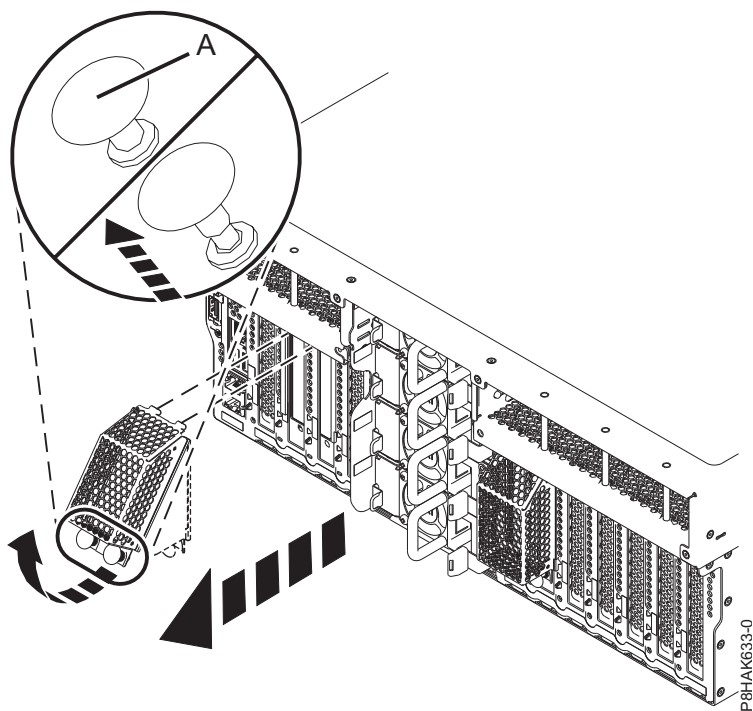

Figura 33. Extracció de l'escut protector de l'adaptador GPU
- a. Estireu el botó de bloqueig (A) fins a la posició d'obertura, tal com es mostra a la Figura 33 a la pàgina 39.
- c. Subjecteu l'escut protector, feu-lo girar en la direcció que es mostra a la Figura 33 a la pàgina 39 i, a continuació, traieu-lo de la part posterior.